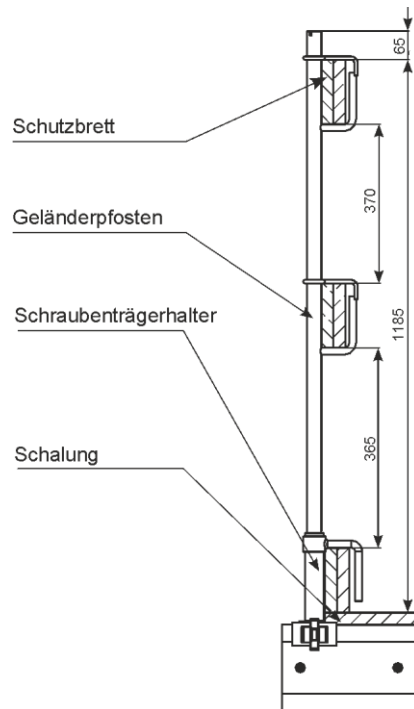

Abb. 50 Montage des Systems beim Einsatz von Schrauben-Trägerhaltern
2.8 Montage des Schrauben-Trägerhalters (Abb. 50)